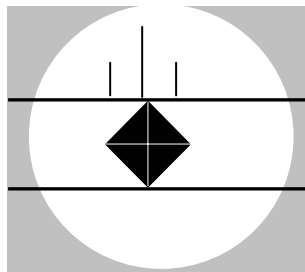

图 5-11 移动下部细线到压痕下尖端
10. 旋转测量旋轮，使下部细线刚好卡住压痕的下尖端。见图 5-11。